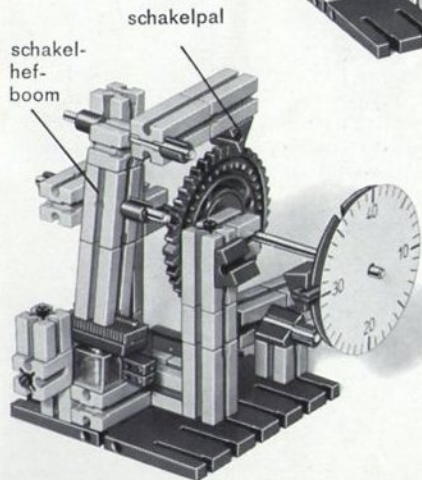

fig. 43.2
**Doel** Als toepassing van de lichtstraalonderbreker met lenslamp gaan we een model bouwen van de poort bij een industriebedrijf. Om te verhinderen dat iemand het terrein betreedt zonder dat de portier het merkt, wordt een lichtbundel als barrière gebruikt. Een telwerk houdt bovendien bij hoeveel personen de poort doorgaan. Ons telwerk (fig. 43.2 en 43.3) dient alleen om het principe duidelijk te maken, het telt maar tot 40. Op de elektromagneet moet u een folie of een vloeitje plakken. Als lichtbron gebruiken we een lenslamp. De afstand die overbrugd moet worden is maar klein. We kunnen daarom een lage spanning op de lamp zetten.